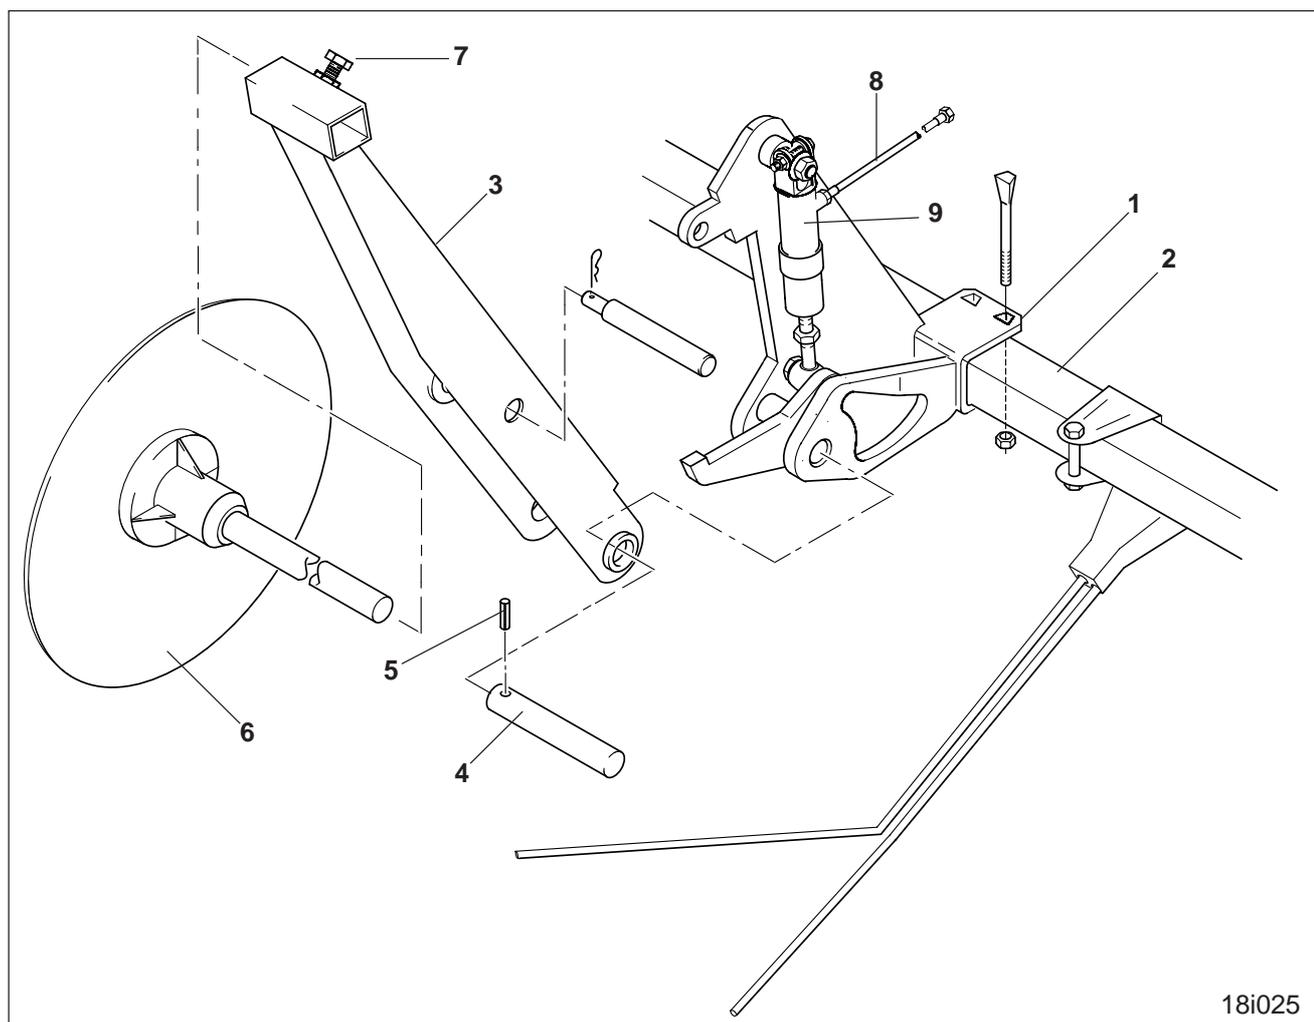

Fig. 28.3
- zwei Anbauträger (Fig. 28.3/1) am Exaktstriegel befestigen
- Spurscheibenträger (Fig. 28.3/3) mit Bolzen (Fig. 28.3/4) und Spannstift (Fig. 28.3/5) abstecken und sichern
- Spurscheiben (Fig. 28.3/6) in die Spurscheibenträger (Fig. 28.3/3) stecken und mit Skt.-Schrauben (Fig. 28.3/7) festklemmen
- Hydraulikschläuche (Fig. 28.3/8) an beiden Hydraulikzylindern (Fig. 28.3/9) anschließen und zusammen mit dem Hydraulikzylinder für die Fahrgassenschieber im Verteilerkopf am elektro.-hydr. Ventil (siehe Schaltplan Kap. 2) anschließen